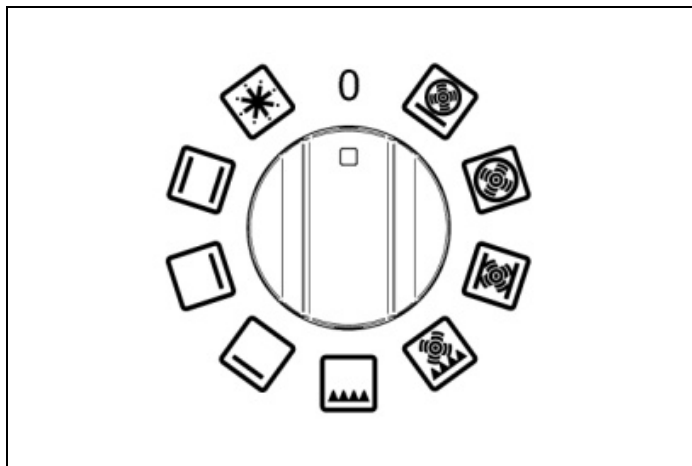
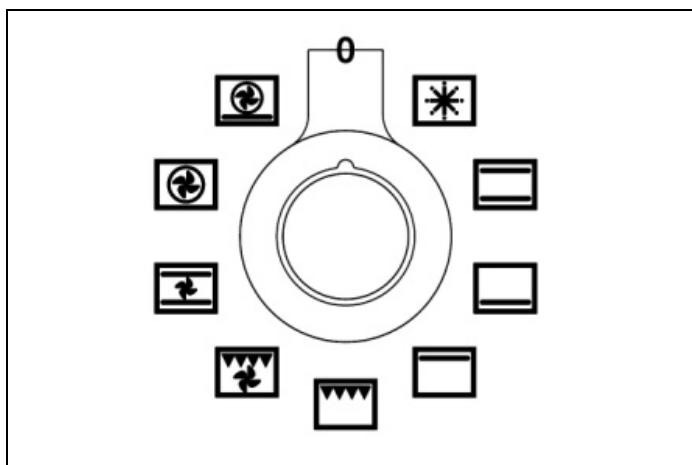
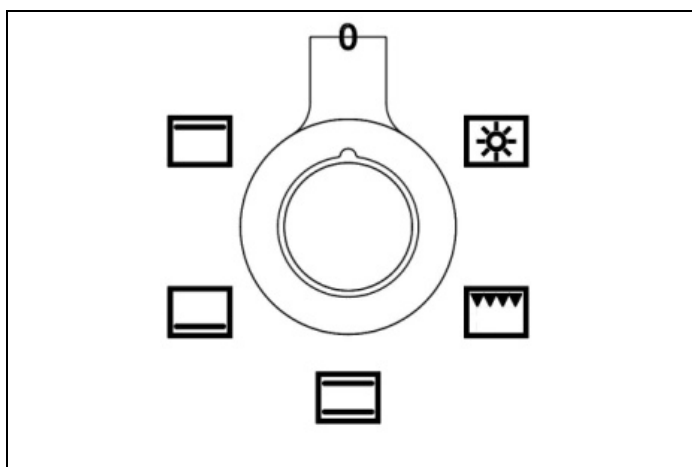

Fig. 23
Fig. 24
Fig. 25
- 1) Drej funktionsknappen (Fig. 23 - Fig. 24 og Fig. 25) med uret for at vælge den ønskede funktion.